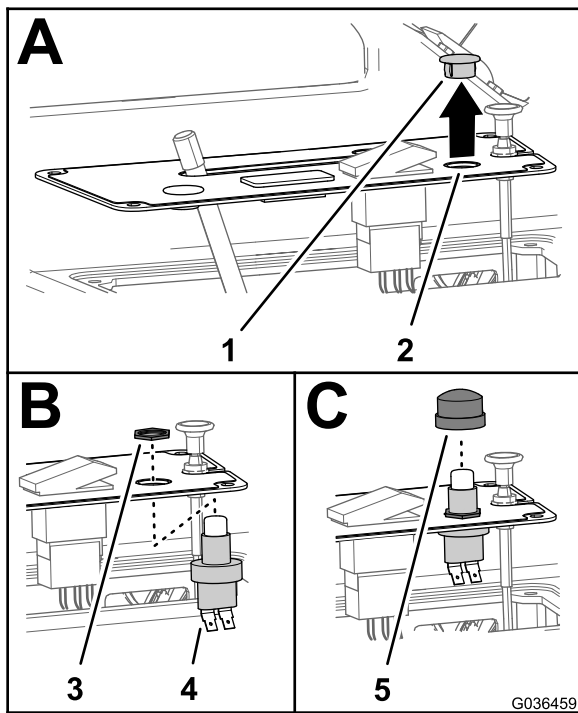

Figure 47
4. Enlevez l'obturateur rond du couvercle du panneau de commande (A de la Figure 47).
5. Montez le contacteur d'avertisseur sonore sur le couvercle du panneau de commande à l'aide de l'écrou de blocage, et serrez l'écrou de blocage à la main (B de la Figure 47).
6. Placez le cache de bouton du le contacteur d'avertisseur sonore (C de la Figure 47).